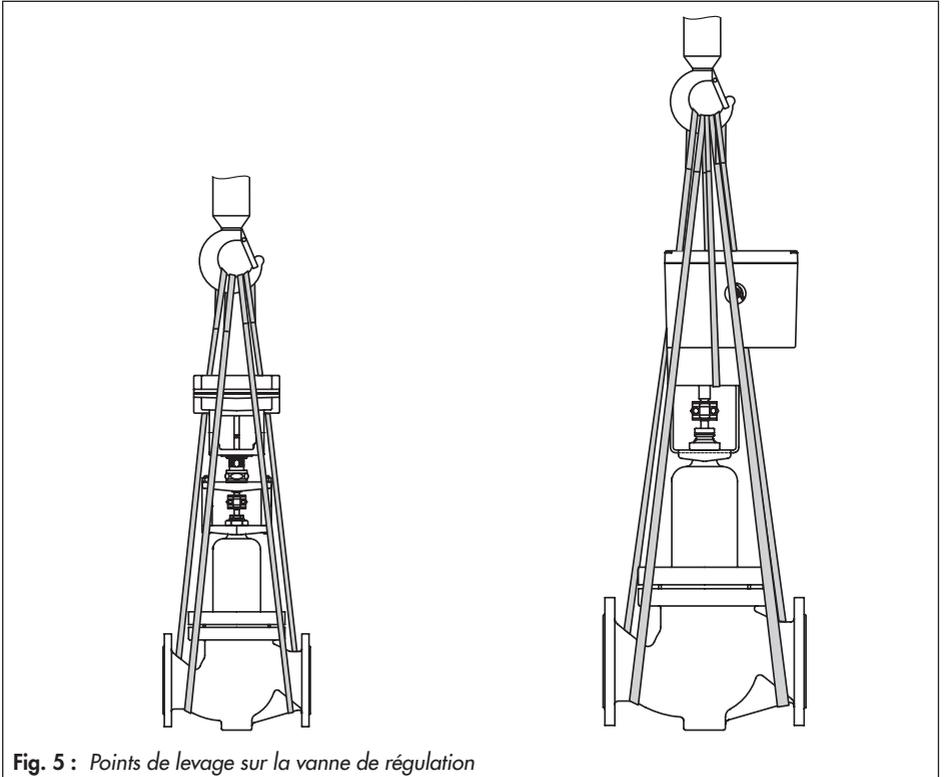

Fig. 5 : Points de levage sur la vanne de régulation
1. Fixer une élingue sur chaque bride du corps et sur le support (par ex. crochet) de la grue ou du chariot élévateur, cf. Fig. 5.
La société SAMSON recommande d'utiliser un crochet à fermeture de sécurité comme support (cf. Fig. 5). La fermeture de sécurité empêche le dispositif d'arrimage de glisser hors du crochet lors du levage et du transport.